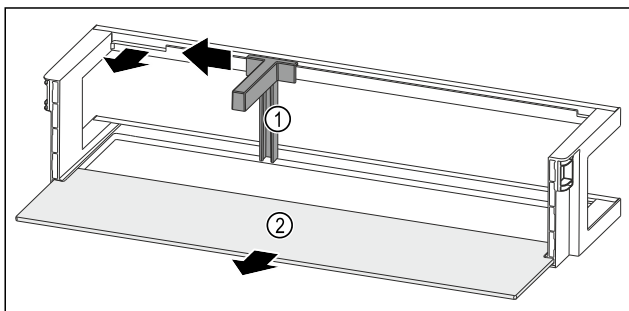

Fig. 51 Vratna polica z držalom za steklenice in odlagalno polico
- ▶ Držalo za steklenice Fig. 51 (1) potisnite povsem na stran do odprtine.
- ▶ Odstranite držalo za steklenice Fig. 51 (1).
- ▶ Odstranite polico za odlaganje Fig. 51 (2).